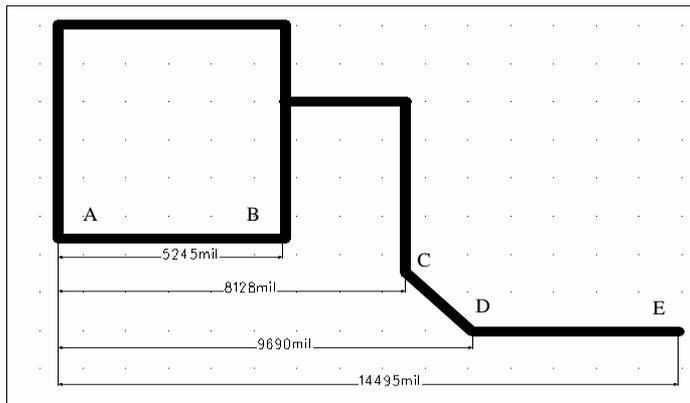

图 13-6 “基线”模式下的标注效果图
选取该模式, 表示使用同一个基准线对几个对象进行尺寸标注, 如图 13-6 所示。
(5) 在图 13-6 所示的 A 点图形拐角处单击鼠标左键, 以 A 点为起点。
(6) 在图 13-6 所示的 B 点图形拐角处单击鼠标左键, 则 PADS 自动以水平标注的方式标注 A、B 两点之间的距离。
(7) 在 C 点单击鼠标左键, 则 PADS 自动以水平标注的方式标注 A、C 两点之间的距离。
(8) 在 D、E 点处单击鼠标左键, 则 PADS 自动以水平标注的方式分别标注 A 点与 D、E 两点之间的距离, 标注完成效果如图 13-6 所示。